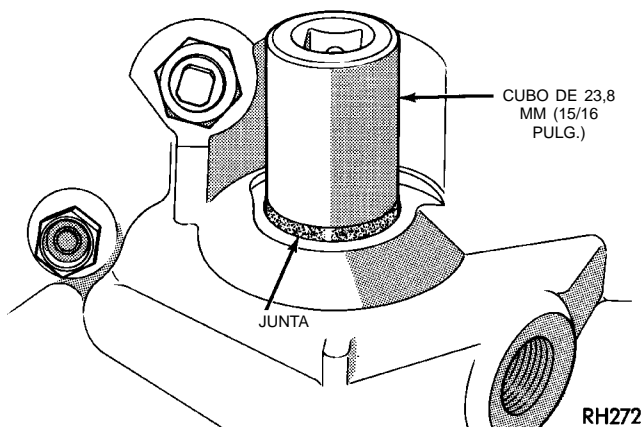

Fig. 140 Instalación de la junta del eje de la palanca manual
(36) Instale un imán en el colector de aceite. El imán se instala sobre una pequeña protuberancia en un ángulo del colector.
(37) Coloque la nueva junta del colector de aceite en la caja e instale dicho colector. Apriete los pernos del colector con una torsión de 17 N·m (13 lbs. pie).
(38) Instale una junta nueva del eje manual del cuerpo de válvulas en la caja (Fig. 140). Lubrique el borde de la junta y el eje manual con vaselina. Coloque la junta sobre el eje y dentro de la caja. Asiente